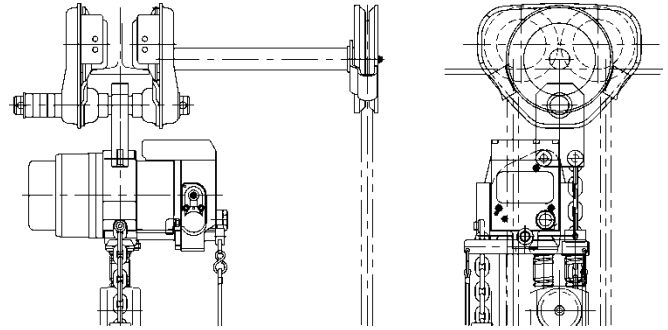

Figura 3-21 Suspensión en la agarradera en la rueda manual extendida TS2 engranado
- 1) Consulte la **Figura 3-21**.
- 3.3.4 La configuración estándar para un polipasto/tecle TCR/S/K/L es suspendido en el Trole con la agarradera y mediante un Suspensor TCR/K/L. Como se muestra en la Figura 3-3 o Figura 3-21. Las configuraciones opcionales para el polipasto/tecle.